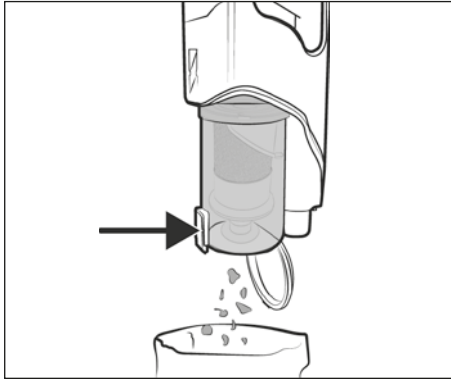

Abb. 17
- 2) Halten Sie den Staubbehälter **7** in einen Abfalleimer und drücken Sie die Staubbehälterdeckel-Entriegelungstaste **8**. Der Staubbehälterdeckel **9** öffnet sich und der Inhalt wird in den Abfalleimer entleert (siehe Abb. 17). Schliessen Sie anschließend den Staubbehälterdeckel **9**.